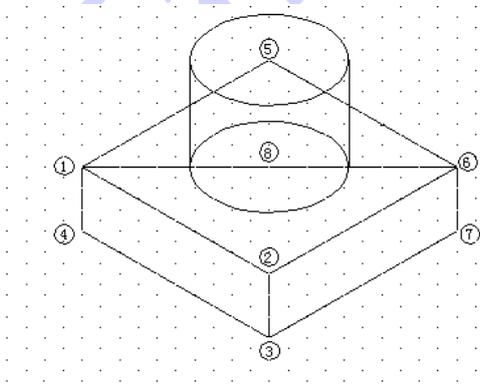

图 11-5 绘制圆柱体的等轴测投影图
切换到上轴测面，利用端点捕捉，用直线将点①和点⑥连接起来，如图 11-5 所示。这条线是为确定圆柱底面中心点而作的辅助线。
然后将该圆向 **Z** 轴正方向复制，距离为 50，并使用象限点捕捉，将两个圆用直线连接，这样就完成了圆柱体的二维等轴测投影图，如图 11-5 所示。